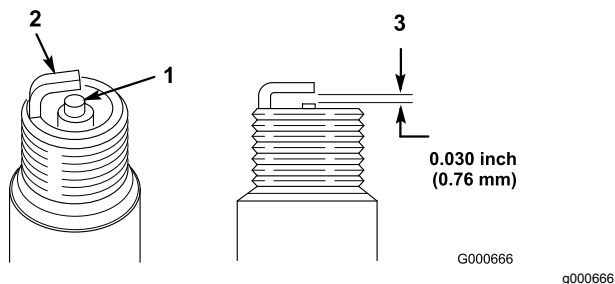

Figure 29
1. Examinez le centre de la bougie (Figure 29). Si le bec isolant est recouvert d'un léger dépôt gris ou brun, le moteur fonctionne correctement. S'il est recouvert d'un dépôt noir, cela signifie généralement que le filtre à air est encrassé.
2. Contrôlez l'écartement entre les électrodes centrale et latérale (Figure 29) et pliez l'électrode latérale si l'écartement est incorrect.